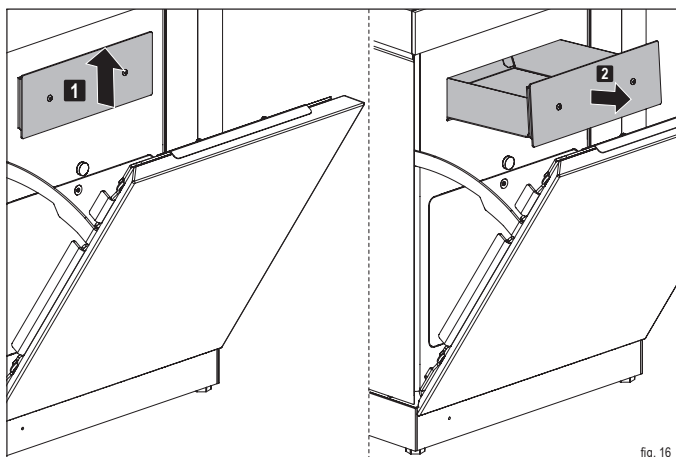

fig. 16
- ▶ **Estrarre dall'apertura il cassetto di raccolta della cenere presente sul coperchio (fig. 16).**
- ▶ **Spingere il cassetto di raccolta della cenere di nuovo nell'apertura (fig. 16).**